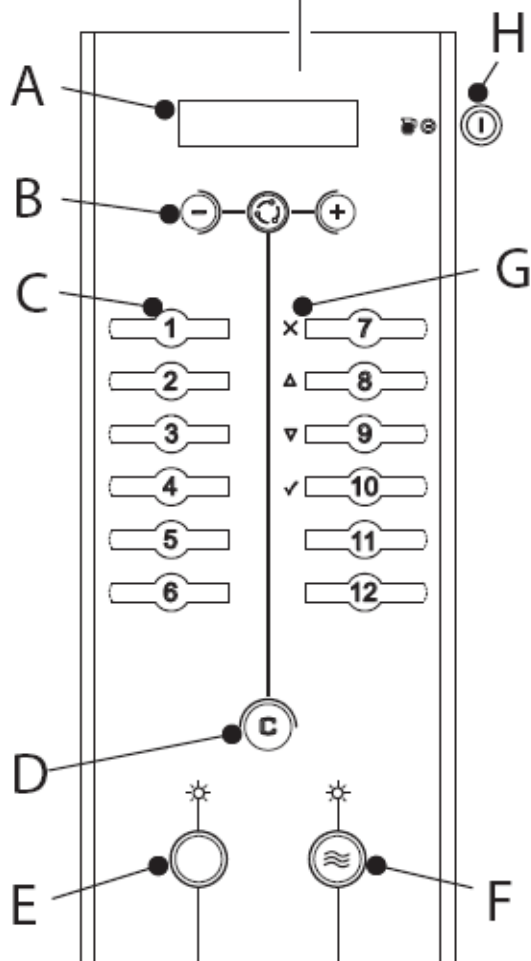

Рис. 22 Фронтальная панель управления
- Фронтальная панель управления (рис. 22) – для ежедневного использования.